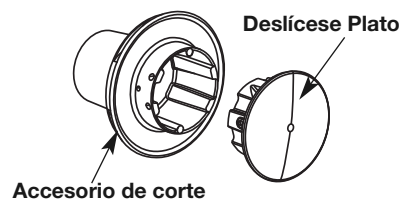

Fig. 15
3. Reinstale la placa guía de la línea (Fig. 15). La placa guía es un elemento con espiga y ajusta de una sola forma. Si no entra en el cabezal de corte fácilmente, NO lo fuerce. Gire la placa hasta que se encaje fácilmente en el cabezal de corte.